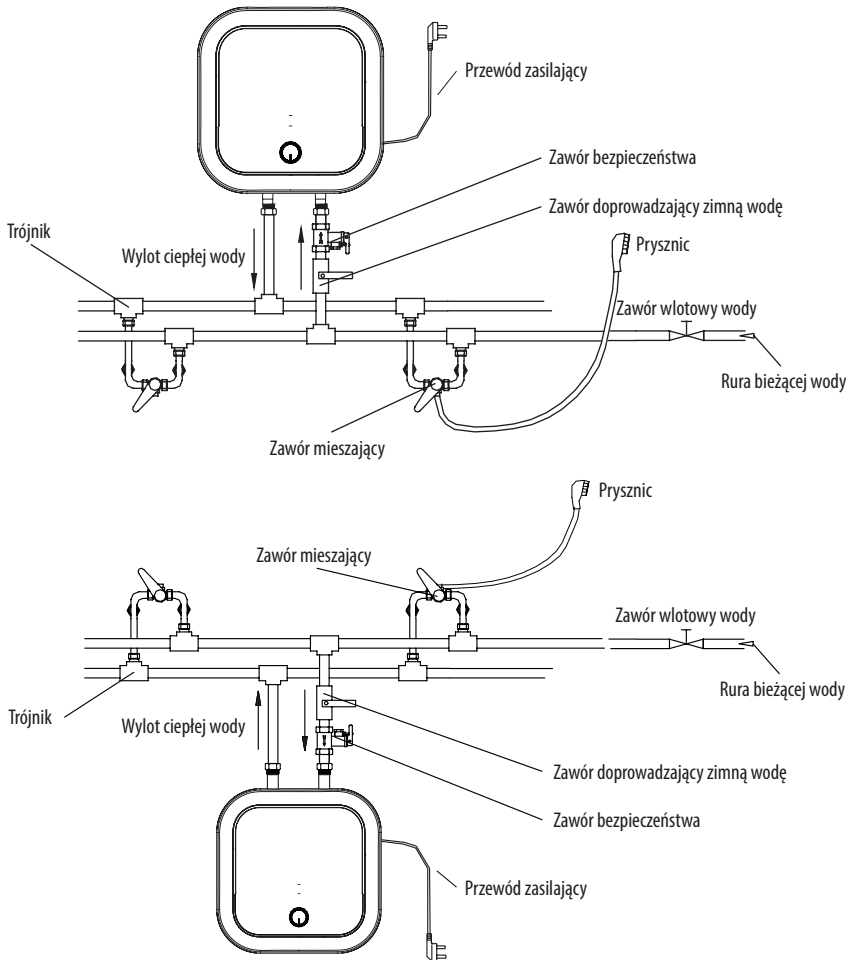

Rysunek 4
4. Zamontować gniazdo zasilające w ścianie. Wymagania dotyczące gniazda są następujące: 250 V/10 A, jednofazowe, trzy elektrody. Zaleca się umieszczenie gniazda po prawej stronie nad grzejnikiem. Wysokość gniazda od podłoża nie może być mniejsza niż 1,8 m (patrz rys. 4).